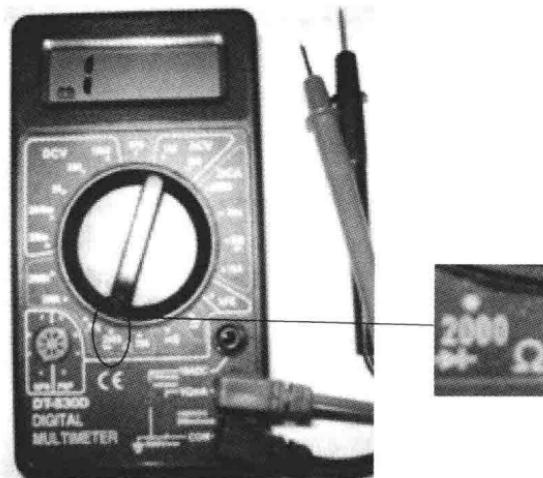

图 7-14 转换开关置于二极管挡
- (1) 将红表笔插入 VΩmA 插孔，黑表笔插入 COM 插孔。
- (2) 将转换开关旋至 Ω 挡的二极管测量位置，如图 7-14 所示。